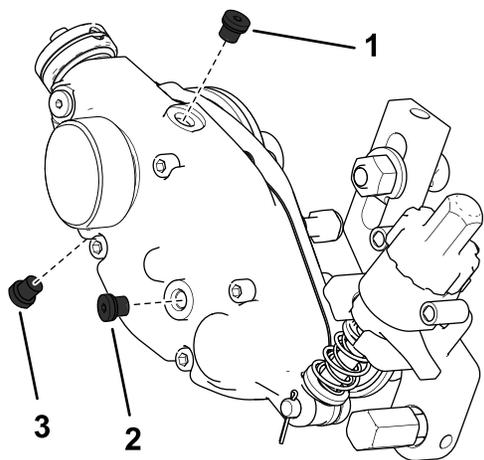

Figura 28
2. Remova o tampão de enchimento do fundo da caixa (Figura 28).
3. Remova o tampão de enchimento no lado da caixa e desaperte o tampão da ventilação na parte superior para o ar poder passar (Figura 28).